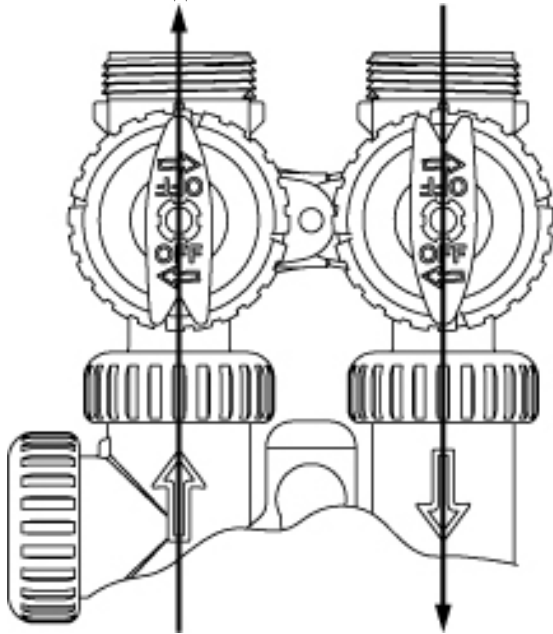

Рисунок 2
2. **Положение *Байпас*:** Ручки *Вход* и *Выход* направляются к центру клапана байпаса; управляющий клапан отключается от давления воды из системы трубопроводов. Неочищенная вода подается к месту потребления. (См. Рисунок 2).